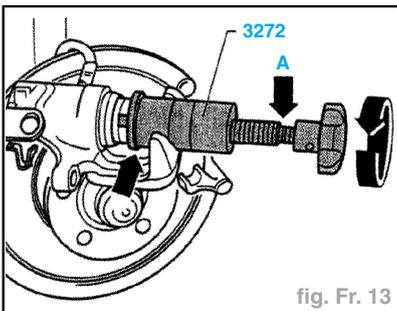

fig. Fr. 13
- Dévisser le piston hors du boîtier d'étrier de frein en tournant la molette vers la gauche (fig. Fr. 13).